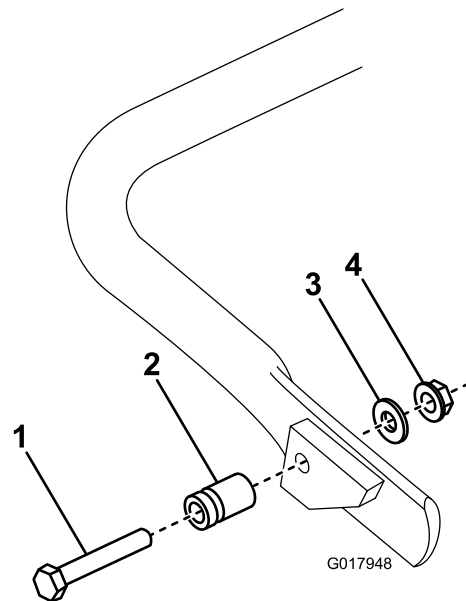

Figure 6
1. **Sur la GR1600 uniquement**, fixez le goujon de ressort sur le côté droit de la béquille (Figure 6) au moyen du boulon, de la rondelle et de l'écrou à embase fournis.